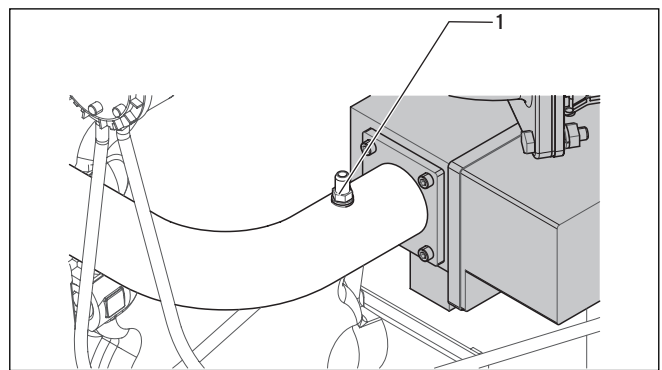

Рис. 6.2 Проверка динамического давления при истечении газа
- Ослабьте винт на ниппеле измерения давления (1, рис. 6.2) перед газовой арматурой.
- Снимите манометр и снова привинтите измерительный ниппель (1, рис. 6.2).